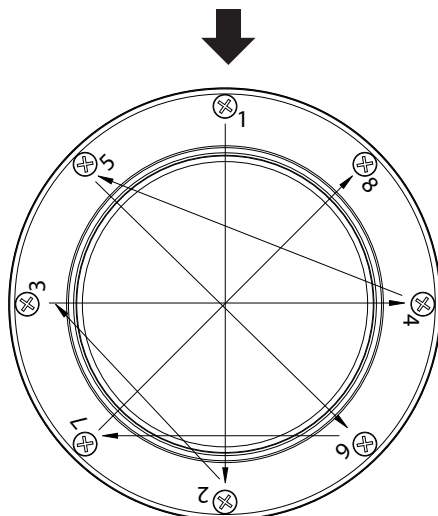
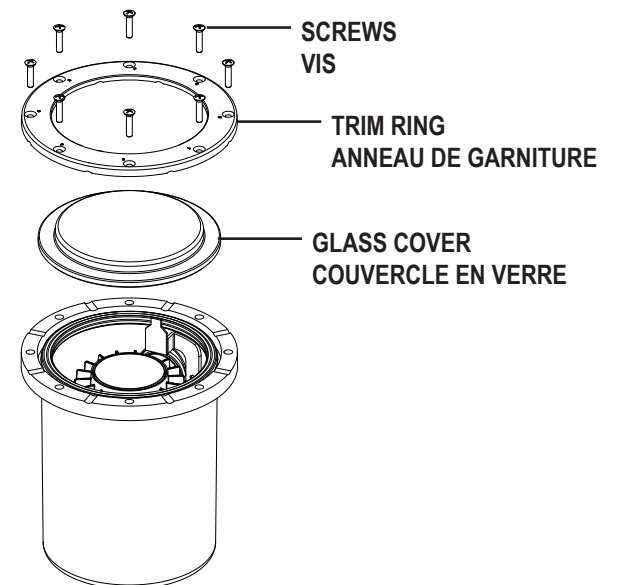

Fig. 5
Fig. 2
- 6) Once all screws are in place, use the numbers on the trim ring and torque each screw following the torquing sequence. Tighten each screw in pattern 20-25 in-lbs (2.3-2.8 N-m) (see Fig. 5).
- 2) Retirez les huit (8) vis, l'anneau de garniture et le couvercle en verre, placez le matériel dans un endroit sûr (voir Fig. 2).
- 4) Une fois que la grille Hexcell est installée, réassemblez le couvercle en verre et l'anneau de garniture à l'aide des huit (8) vis (voir Fig. 2).
- 5) Pour garantir une bonne étanchéité, remplacez les huit (8) vis et serrez-les à la main au point où la vis commence à s'engager dans le boîtier.
- 6) Une fois que toutes les vis sont en place, utilisez les chiffres sur l'anneau de garniture et serrez chaque vis en suivant la séquence de serrage. Serrez les vis comme suit 20-25 po-lb (2,3-2,8 N-m) (voir Fig. 5).